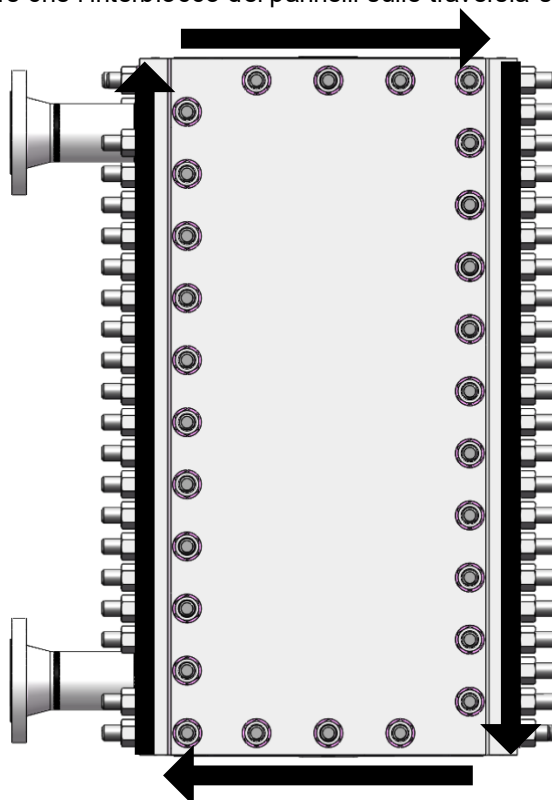

Figura 23
- Serrare "attorno alla parte superiore" e procedere nello stesso senso del pre-serraggio (Figura 23).
- Sempre mediante la stessa coppia, serrare tutti i dadi di ciascun pannello (Figura 23).